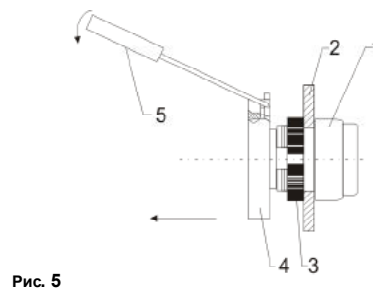

Рис. 5
- 2) Затем следует вставить отвертку в отверстие в проушине промежуточного корпуса, слегка приподнять и потянуть за корпус, оттягивая его от приводного элемента (рис. 5).